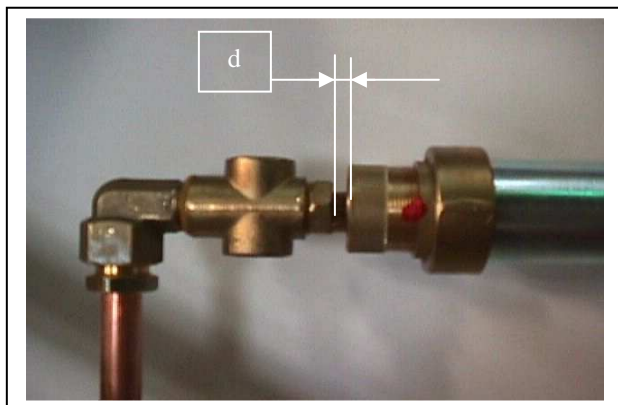

Figure 1
- ¹ : Puissance mesurée sur pouvoir calorifique inférieur du gaz (HI)
- ² : Réglage d'air primaire mesuré suivant figure 1